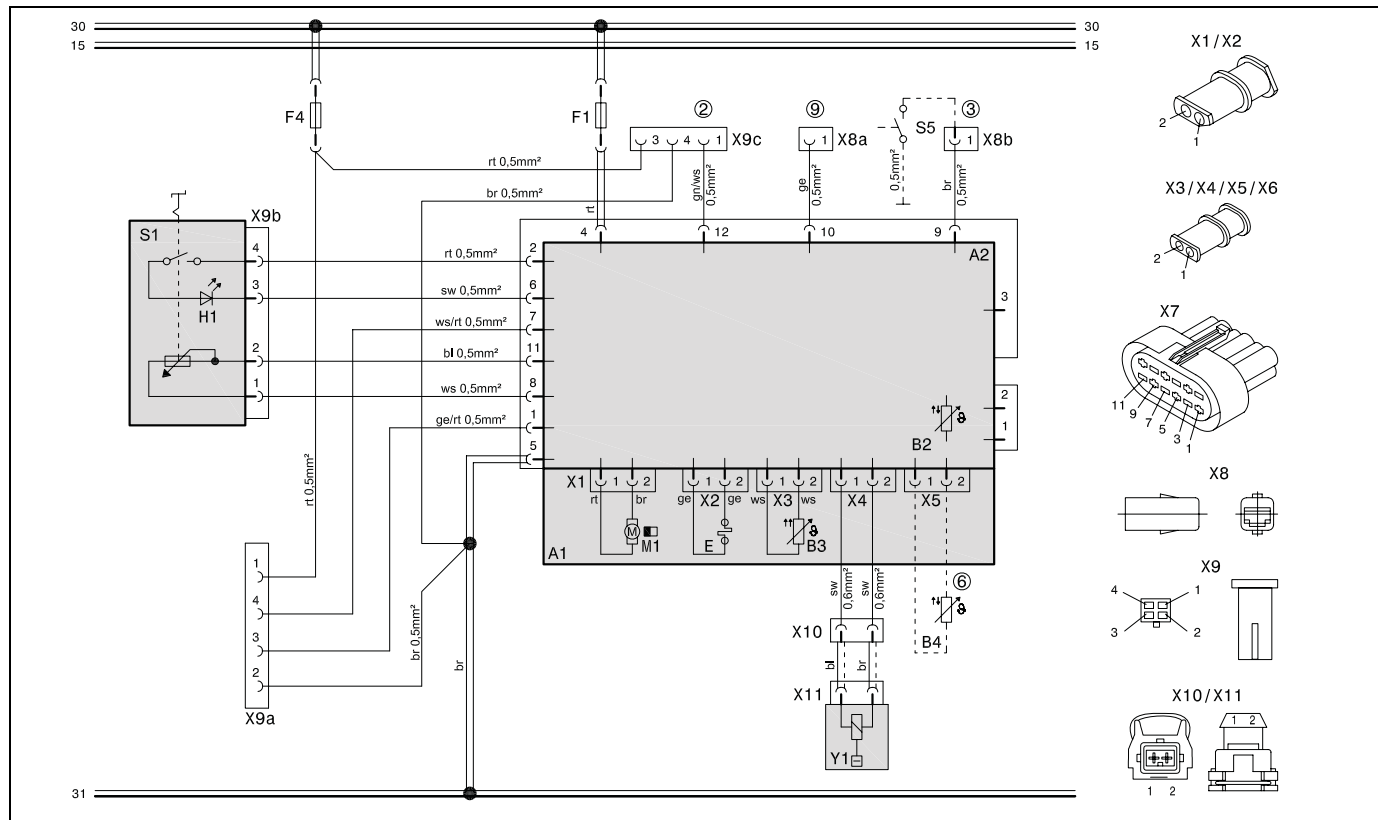
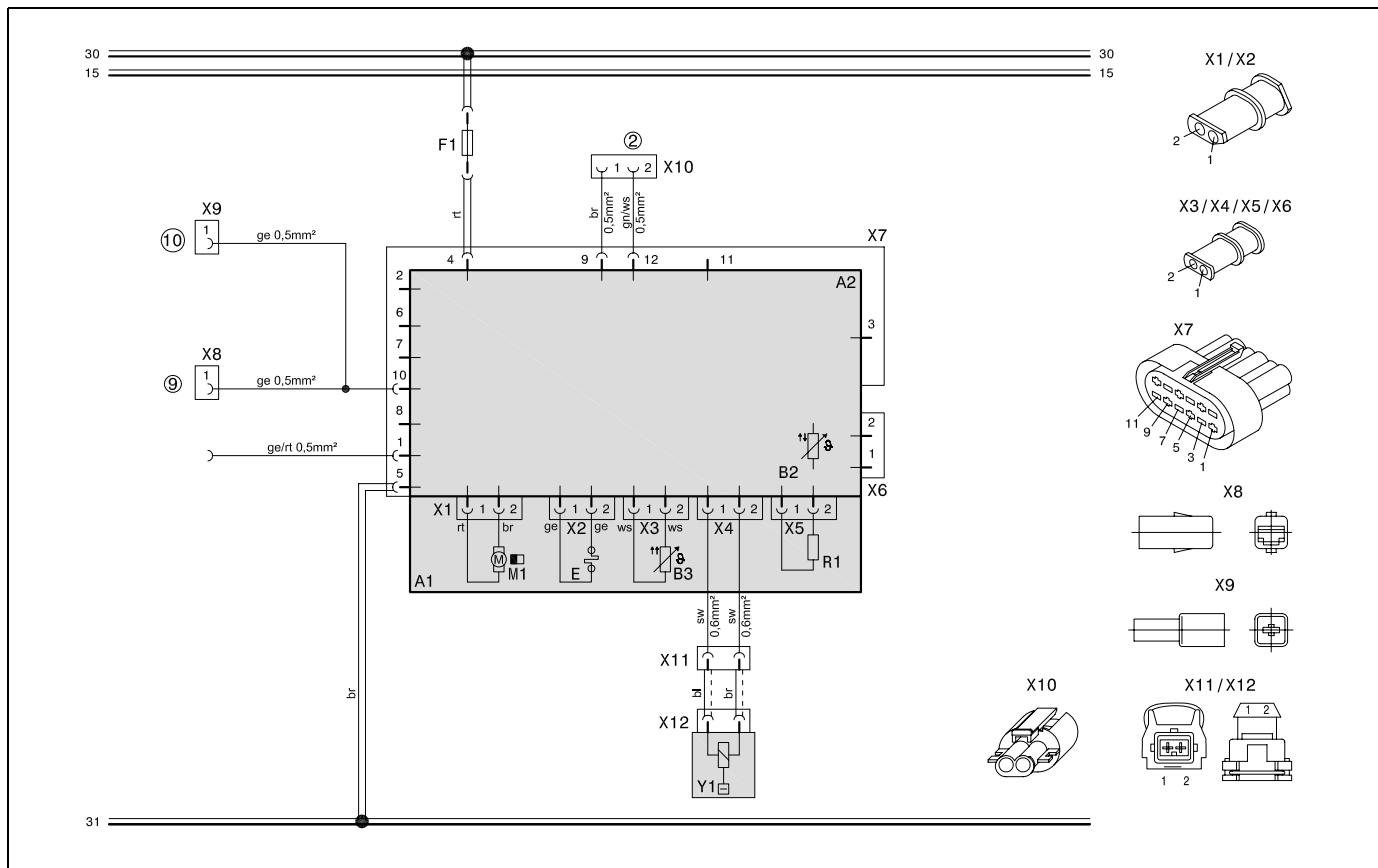

Fig. 3: Schéma électrique d'ensemble Air Top Evo 3900 / 5500 AM « appareil de chauffage maître », 12V/24V diesel avec potentiomètre, légende voir pages 13 et 14
Fig. 6: Schéma électrique d'ensemble Air Top Evo 3900 / 5500 AM « appareil de chauffage esclave », 12V/24V diesel, légende voir pages 13 et 14
Au cours de cette procédure, l'appareil 1 est désigné comme maître (Master) tandis que les autres appareils sont désignés comme esclaves (Slave). C'est à l'appareil maître que sont raccordés l'organe de commande (voir schéma électrique figures 3, 4, 5) ainsi que la sonde de température déportée (T). L'appareil de chauffage esclave doit être raccordé selon le schéma électrique (voir figure 6). Les appareils communiquent entre eux grâce à un système de bus série.